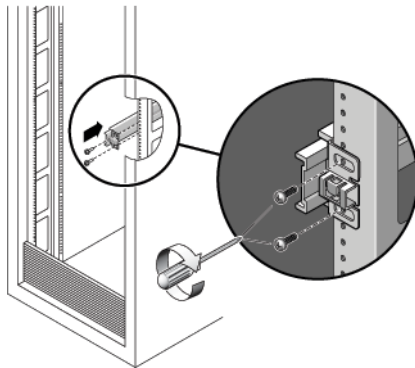

FIGURA 2-2 Montaggio del gruppo di scorrimento sui montanti del rack
1. Posizionare uno dei gruppo di scorrimento nel rack in modo che le staffe alle due estremità del gruppo si trovino all'esterno dei montanti anteriore e posteriore del rack (come indicato nella FIGURA 2-2).